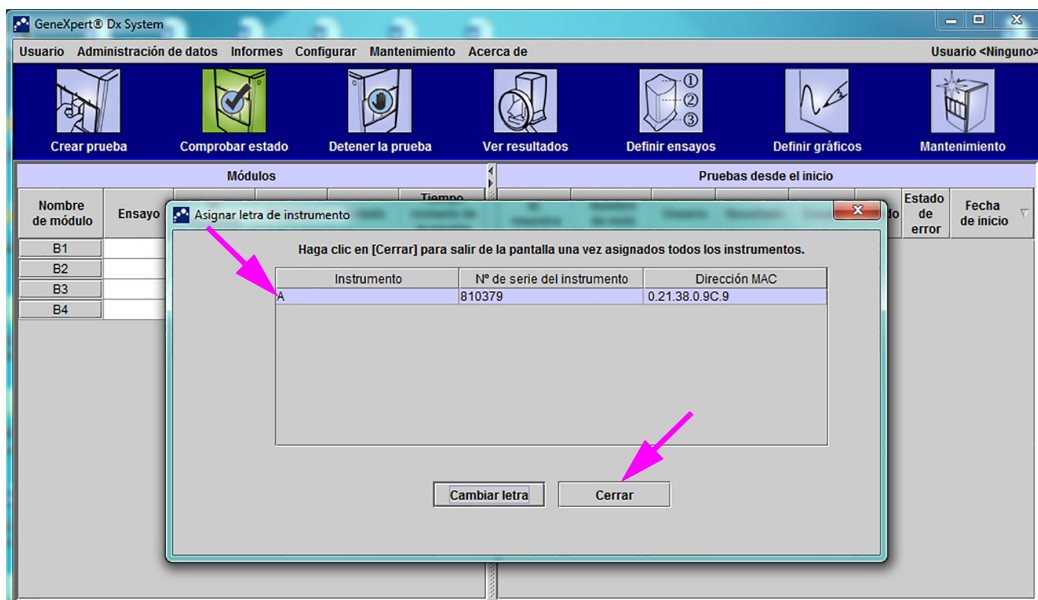

Figura 2-59. Ventana del GeneXpert Dx System con cuadro de diálogo superpuesto Asignar letra de instrumento
7. Haga clic en **Cerrar** para salir del cuadro de diálogo Asignar letra de instrumento (consulte la figura 2-59). El cuadro de diálogo Asignar letra de instrumento indicará la asignación de la nueva letra de instrumento correspondiente a los módulos.